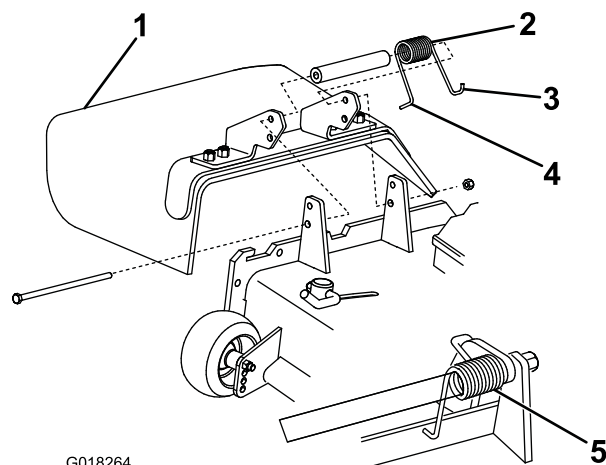

Figure 2
3. Accrochez l'extrémité en J droite du ressort au déflecteur d'herbe (Figure 2).